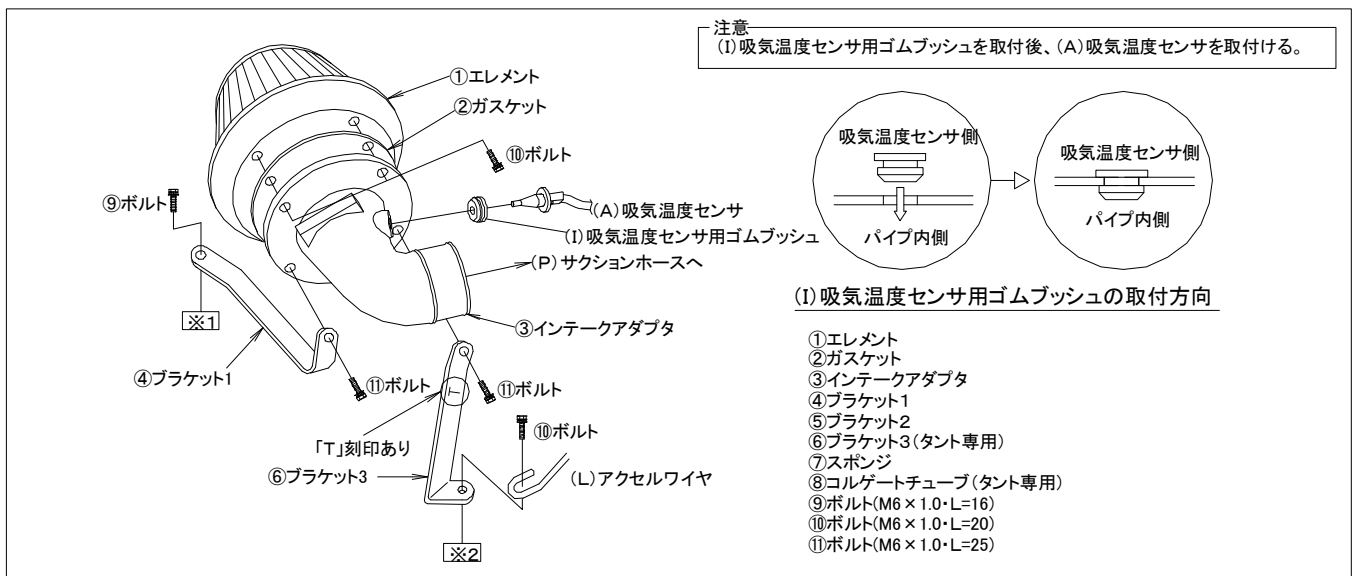

図9
3. 下図9～10を参照して*POWER INTAKE*を組立ててください。この時、各ボルト・ナットは仮締めの状態にしておいてください。